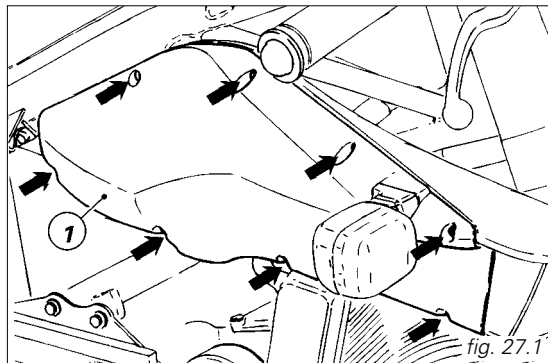
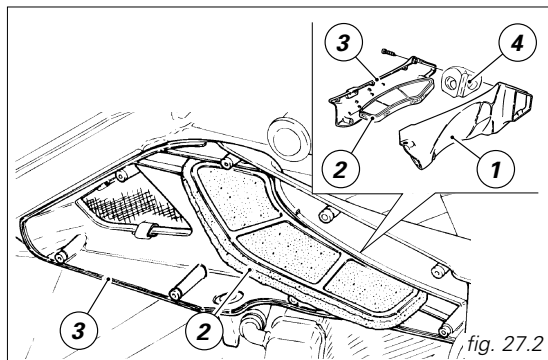

fig. 27.1
fig. 27.2
(fig. 27.1)
Les filtres à air doivent être remplacés avec la cadence prescrite au tableau d'entretien périodique (voir Carnet de Garantie). Pour avoir accès aux boîtes à filtre, retirez les demi-carénages et la bulle (voir page 36). Dévissez les huit vis de fixation du couvercle extérieur (1, fig. 27.1) et retirez le couvercle en le laissant accroché au câble du clignotant de direction. Faites attention à ne pas retirer la réduction (4) de son logement. Otez le filtre (2, fig. 27.2) de l'emplacement sur le couvercle intérieur (3). Nettoyez la cartouche du filtre avec un jet d'air comprimé ou, en l'occurrence, remplacez-la.
Reposez correctement le filtre, ainsi qu'il est indiqué dans la figure 27.2, dans l'emplacement du couvercle intérieur et remontez tous les éléments retirés.